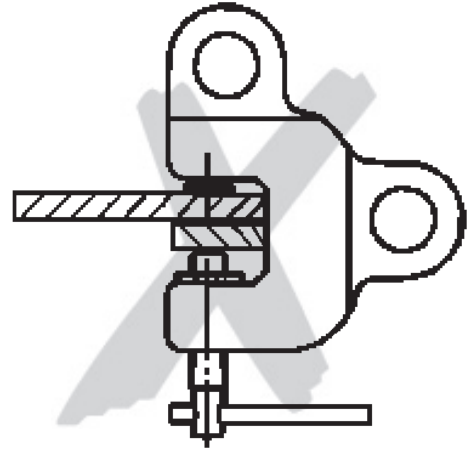

Fig. 2
- Sólo se puede transportar una carga cada vez con este dispositivo de elevación (Fig. 2).